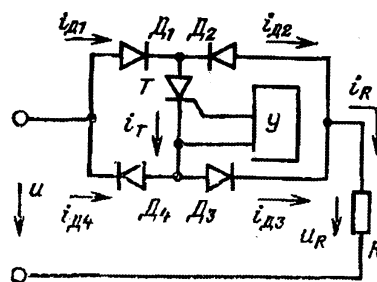

Рис. 9. Однофазный мостовой прерыватель переменного тока
16. Определите средние и действующие значения токов диодов и тиристора прерывателя со схемой соединений, показанной на рис. 9. Угол управления тиристора $\alpha = 30^\circ$, $U = 110 \text{ В}$, $R = 5 \text{ Ом}$.